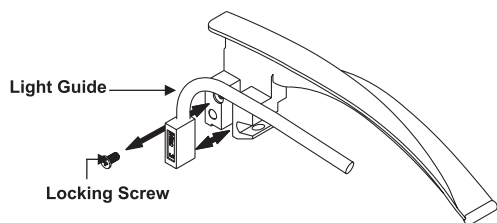

Fig 4
Pe aparatele Gima Green, lamele cu fibră optică sunt detașabile și interschimbabile cu o lamă având aceleași dimensiuni. Deșurubând șurubul de fixare laterală, așa cum se observă în Fig. 4, veți putea demonta canalul de ghidare a lamei, pentru operațiuni de curățare, reparație sau înlocuire.
1. Scoateți șurubul de blocare, folosind o șurubelniță, așa cum observați în Fig. 4.